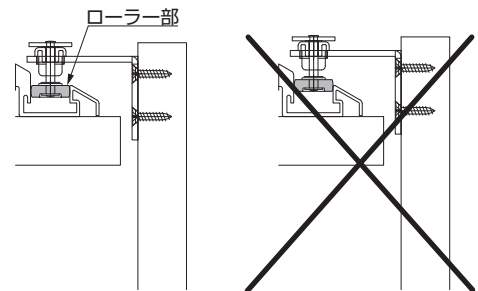

図 2-8-2
- (2) ガイド②のローラ部の幅の全体が上用のレール(⑰または⑱)の平面部の中に完全に納まるよう取り付けてください(図 2-8-2)。